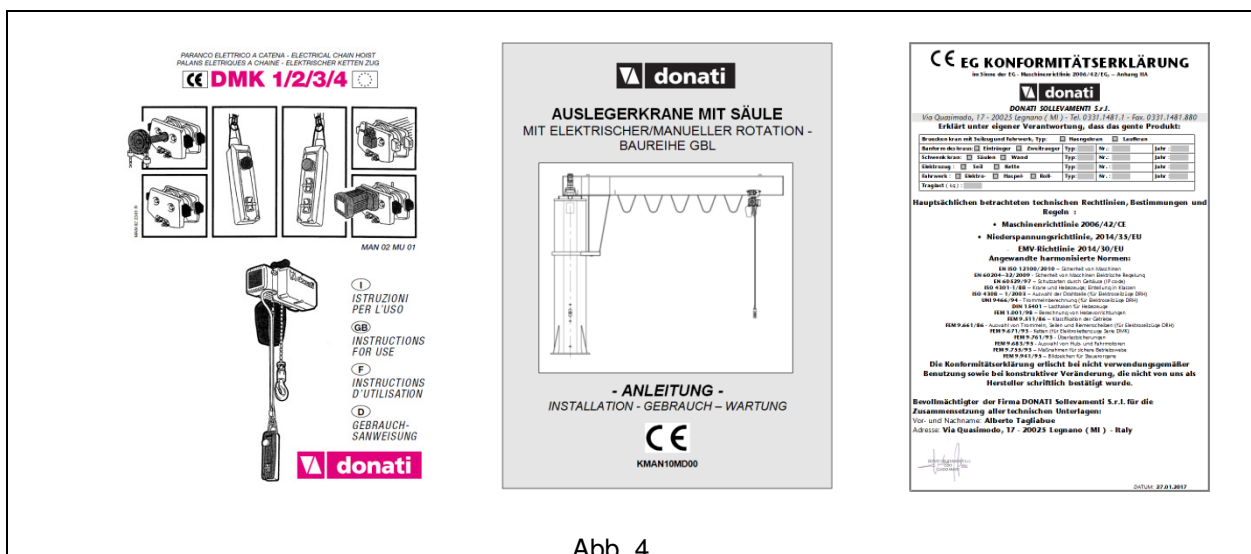

Abb. 4
- Die dem Auslegerkran beiliegende technisch/legale Dokumentation umfasst Folgendes (Abb. 4):